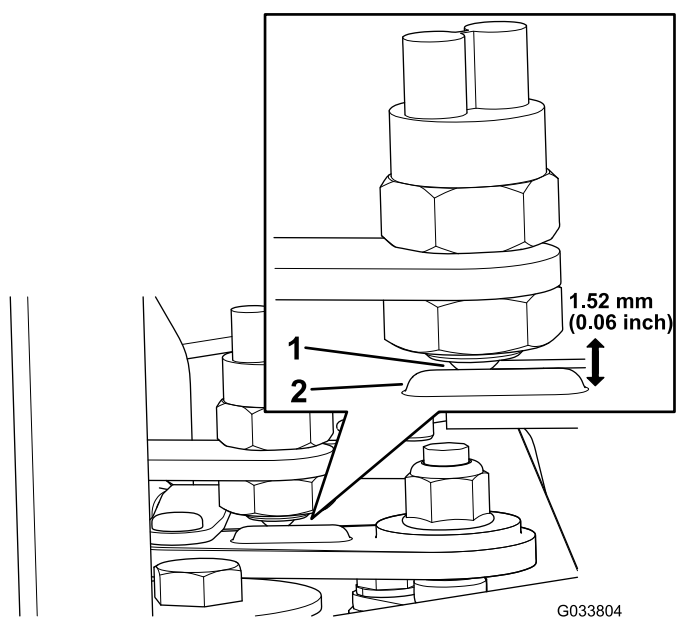

Figura 5
4. Verificate che l'interruttore a sfera si trovi nella parte anteriore della sporgenza della leva del cambio (Figura 5).
5. Regolate la profondità dell'interruttore a sfera su un gioco di 1,52 mm tra la sporgenza della leva del cambio e la superficie dell'interruttore a sfera (Figura 5).